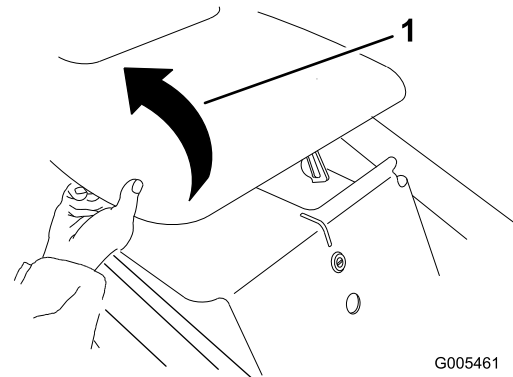

Figure 28
2. Soulevez le capot (Figure 28).